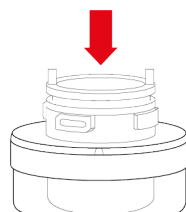

Fig. 1-19
28.5 – Inserire il sanificante all'interno del tappo per sanificazione mantenendolo rivolto verso l'alto, vedi Fig. 1-19.